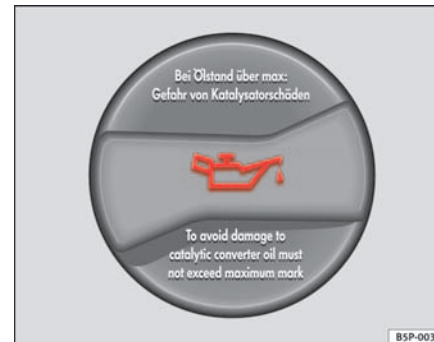

Abb. 162 Deckel der Motoröl-Einfüllöffnung im Motorraum
- Schrauben Sie den Deckel der Motoröl-Einfüllöffnung ab ⇒ Abb. 162.